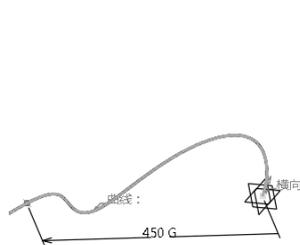

图 3-66
- 曲线上的距离：位于沿曲线到参考点的给定距离处，如图 3-66 所示。